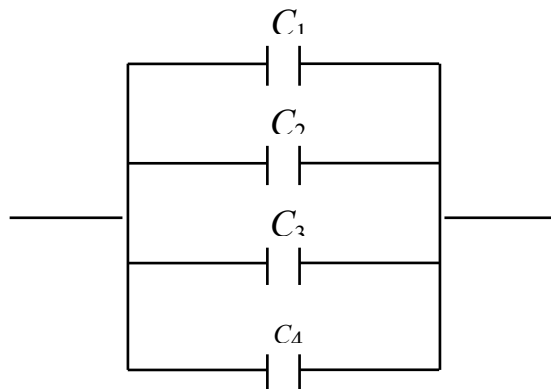

Рис. 3. Схема соединения конденсаторов
1. Используя условие задачи 2, построить модель надежности и определить вероятность безотказной работы при электрическом соединении элементов, показанном на рис. 3.